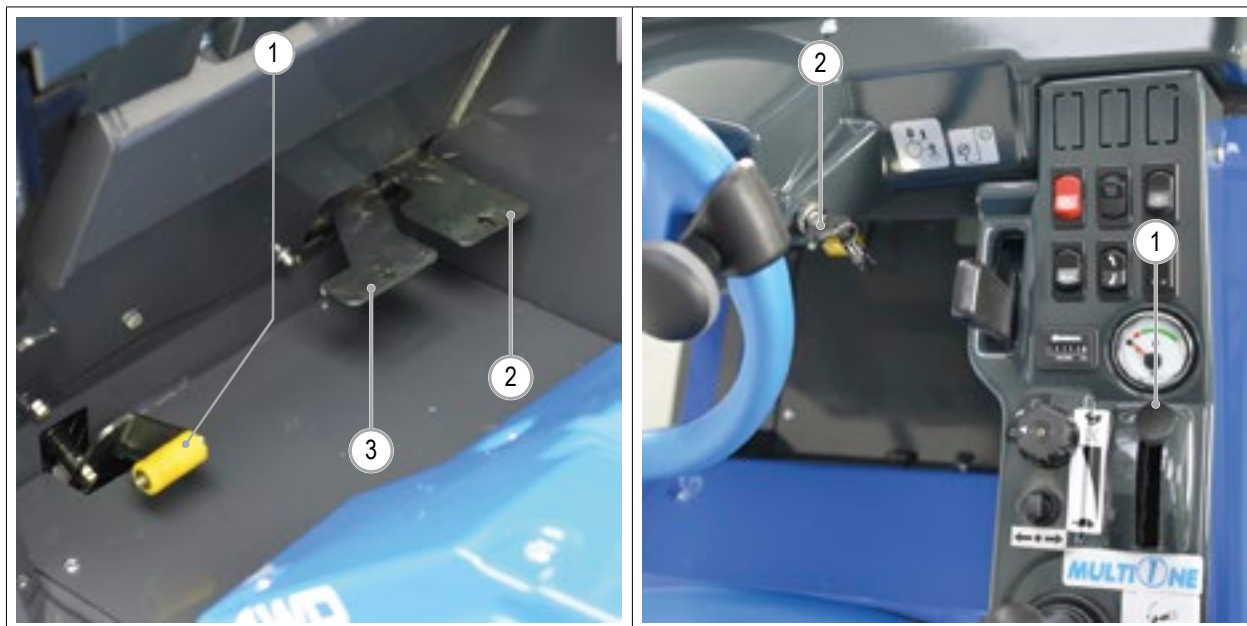

РИС. 19
- 1) Переведите акселератор в крайнее переднее положение (РИС. 19 - Сс. 1).
- 2) Поверните ключ в поз. «2» (РИС.19 - Сс.2) на 2 секунды, если двигатель не запустился, отпустите ключ и начните с шага 1.